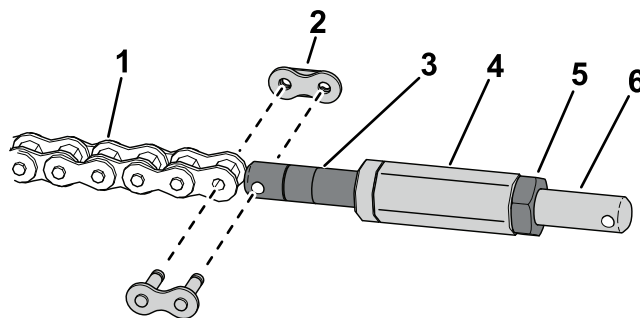

**Рисунок 12**
4. Используйте флажковый штифт и винт с шестигранной головкой для крепления упора колеса к узлу рамы (Рисунок 12).